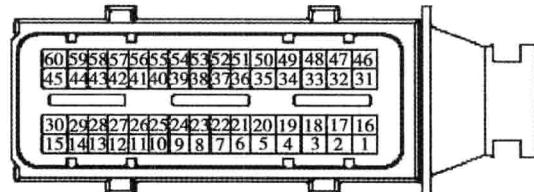

图 1-1-21 电控单元连接器 C01-2 端子图
2. 电控单元连接器 C01-2 端子图 (图 1-1-21) 及端子功能表 (表 1-1-2)